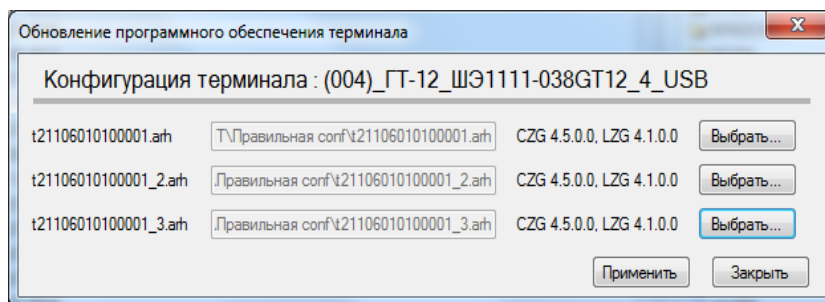

Рисунок 6.5
6.3.1 Замена конфигурации терминала осуществляется через пункт меню **Файл** → **Запись конфигурации**. При этом появляется диалоговое окно, в котором необходимо указать пути к файлу (файлам) конфигурации (см. рисунок 6.5). Количество конфигураций равно количеству наборов уставок, если используются наборы уставок.